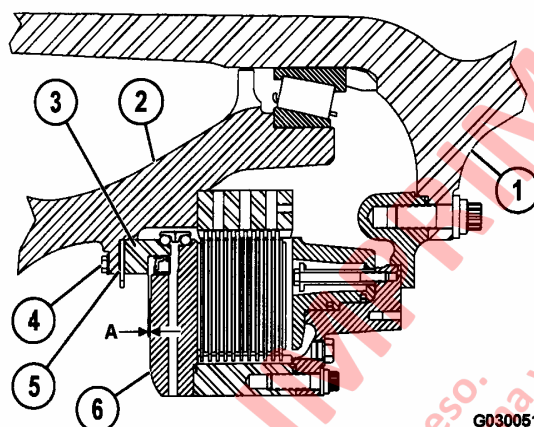

FIGURA 3-7. MEDICION DE LA SEPARACION DEL SELLO
Después de completar el ensamblado de la rueda y freno, la separación entre el soporte del sello (3, Figura 3-7) y la placa posterior (6) se debe medir y ajustar si fuese necesario.
- a. Mida la separación (dimensión "A", Figura 3-7) en tres lugares igualmente espaciados y registre los resultados.
29. Si el ancho de la separación promedio no está dentro del rango mínimo, suelte los pernos del soporte del sello (4) y agregue lanas (5) según se requiera para reducir la separación, o retire las lanas para aumentar la separación. **La cantidad y espesor de las lanas en cada uno de los seis puntos debe ser igual.**